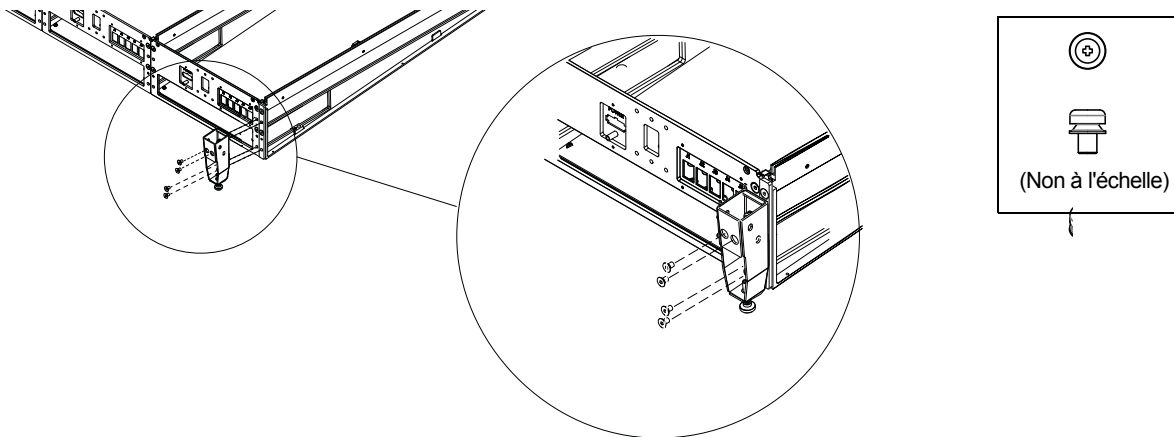

Figure 22. Fixation d'un pied arrière à l'une des extrémités de l'arrière du châssis
- Aux extrémités gauche et droite du châssis, fixez les pieds aux cales d'espacement et aux plaques de connexion arrière adjacentes, comme représenté sur la Figure 22.